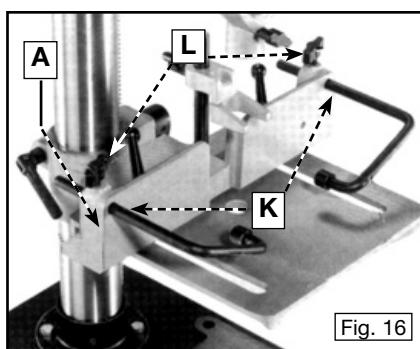

Fig. 16
3. Inserte dos guías (K) Fig. 16 en los orificios previamente taladrados en la guía (A) y ajústelos en su lugar con los dos tornillos de ajuste manual (L).